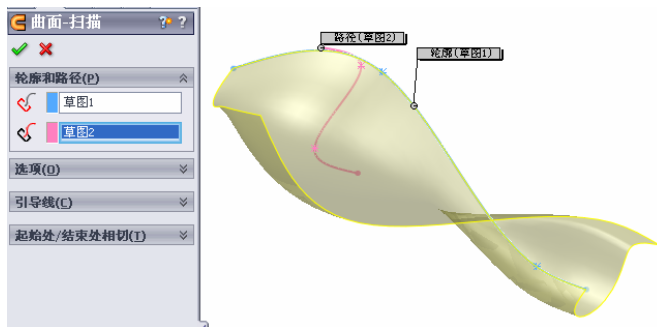

图 7-45 预览扫描曲面效果
① 根据需要建立基准面，并绘制扫描轮廓和扫描路径。如果需要沿引导线扫描曲面，还要绘制引导线。
② 如果要沿引导线扫描曲面，需要在引导线与轮廓之间建立重合或穿透几何关系。
③ 单击曲面工具栏上的扫描曲面按钮, 或选择“插入”→“曲面”→“扫描”命令。
④ 在“曲面—扫描”属性管理器中，单击图标（最上面的）右侧的显示框，然后在图形区域中选择轮廓草图，则所选草图出现在该框中。
⑤ 单击图标右侧的显示框，然后在图形区域中选择路径草图，则所选路径草图出现在该框中。此时，在图形区域中可以预览扫描曲面的效果，如图 7-45 所示。
⑥ 在“方向/扭转控制”下拉列表框中，选择以下选项：